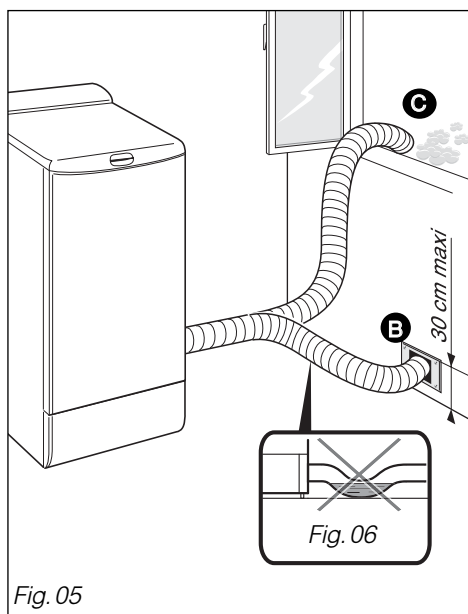

Fig. 05
- **Soit par un raccordement fixe dans le mur :** (Fig. 05) **B**
- **Soit de façon temporaire :** (Fig. 05) **C**